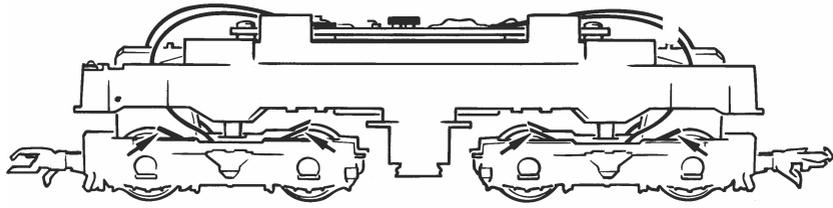

Fig. 8
**3. Haftreifenwechsel:** den **Radsatz** herausnehmen und die **Haftreifen** mit einer Nadel od. mit einem feinen Schraubendreher abziehen (Fig. 8). Beim Aufziehen der neuen Haftreifen darauf achten, dass diese sich nicht verdrehen.
l'aide d'une aiguille ou d'un tourne-vis fin, les bandages d'adhérence (fig. 8). Lors du montage des nouveaux bandages veuillez veiller à ce que les bandages **ne soient pas tor-dues.**
**3. Change of traction tyre:** remove **traction tyre** using a pin or a fine screwdriver (fig. 8). When pressing on the new traction tyre please **avoid twisting it**.